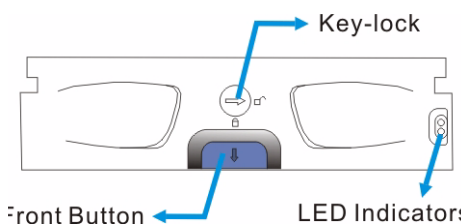

Figura 6.1 Caixa de drive vista de frente
1. Coloque o bloqueio de chave na posição de desbloqueado. O bloqueio de chave está desbloqueado se a ranhura, à frente, se encontrar na horizontal. (Ver *Figura 6.1*)